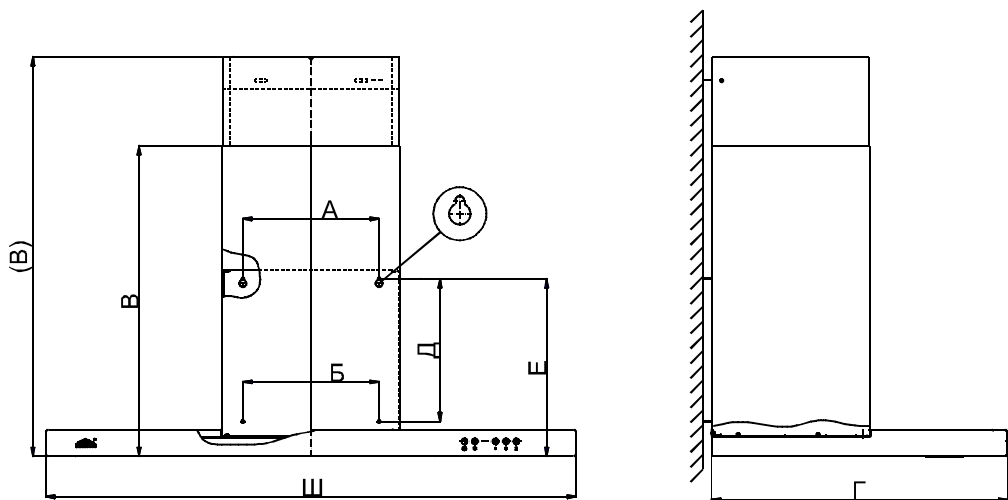

РИС. 3
- 6.1. Крепление вытяжного зонта (рис.3):